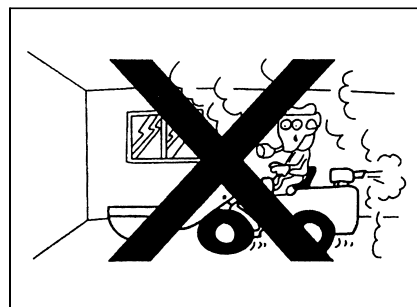

Рис. 1-97
- Если необходимо применить погрузчик, или обработать топливо, промыть детали или покрасить его в замкнутом или плохо вентиляционном месте, то нужно открыть двери и окна для обеспечения достаточной вентиляции во избежание отравления газом. При открытых дверях и окнах все еще не хорошо вентиляционное, следует установить вентилятор (рис. 1-97).